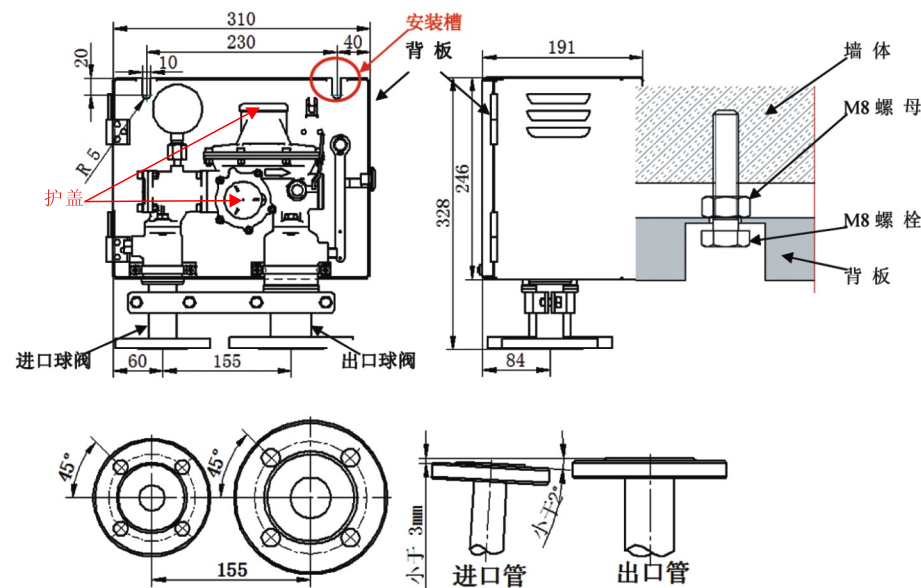

图3
- 6) 管线上进出口法兰中心距离为155mm，在距离连接法兰端面0.5m处有抱卡固定进出口管线,法兰端面倾斜小于 $2^\circ$ ，高度差小于3mm，否则可能造成调压箱损坏和泄漏，调压箱在与前后管路对接时不能强力安装，先紧定进口法兰再紧定出口法兰（安装示意图见图3）；